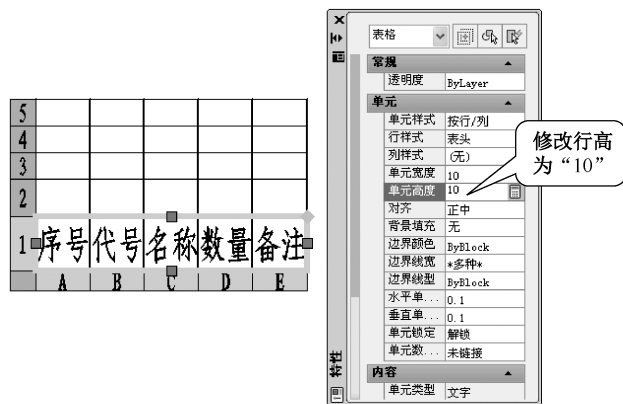

图 6-37 修改“表头”单元格行高
(1) 用窗口方式（或按 Shift 键并在另一个单元格内单击）选择所有“表头”单元格并右击，选择“特性”选项，打开“特性”选项板，在“单元高度”文本框中输入“10”（即修改表头行高为“10”），按 Enter 键，结果如图 6-37 所示。